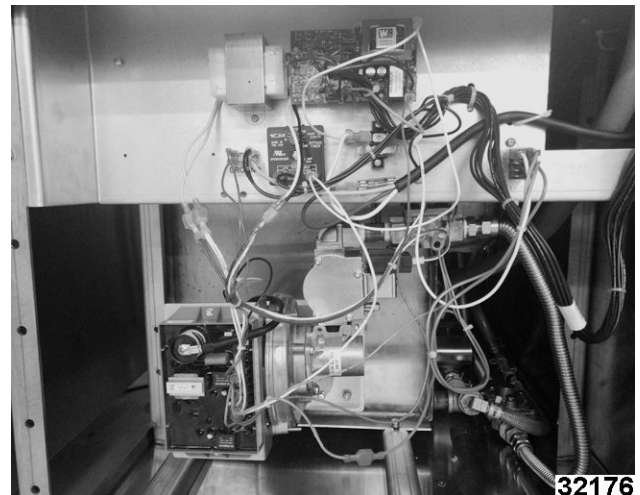

Fig. 23
**CURRENT PRODUCTION SHOWN IN** Fig. 23